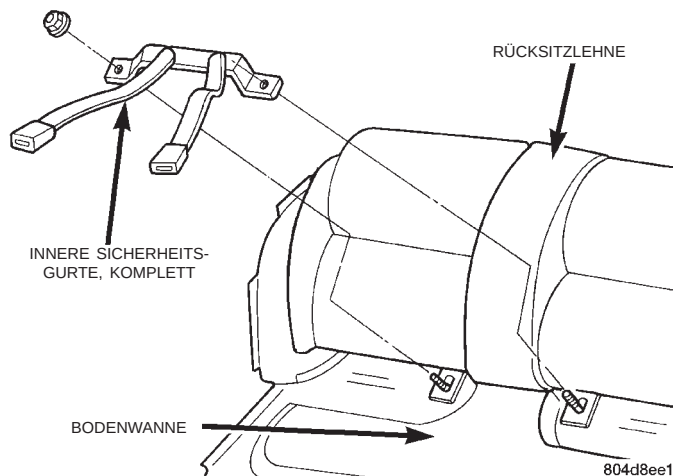

Abb. 58 Hintere innere Sicherheitsgurte, komplett
- (1) Rücksitzpolster abbauen.
- (2) Innere Sicherheitsgurte komplett ausbauen (Abb. 58).